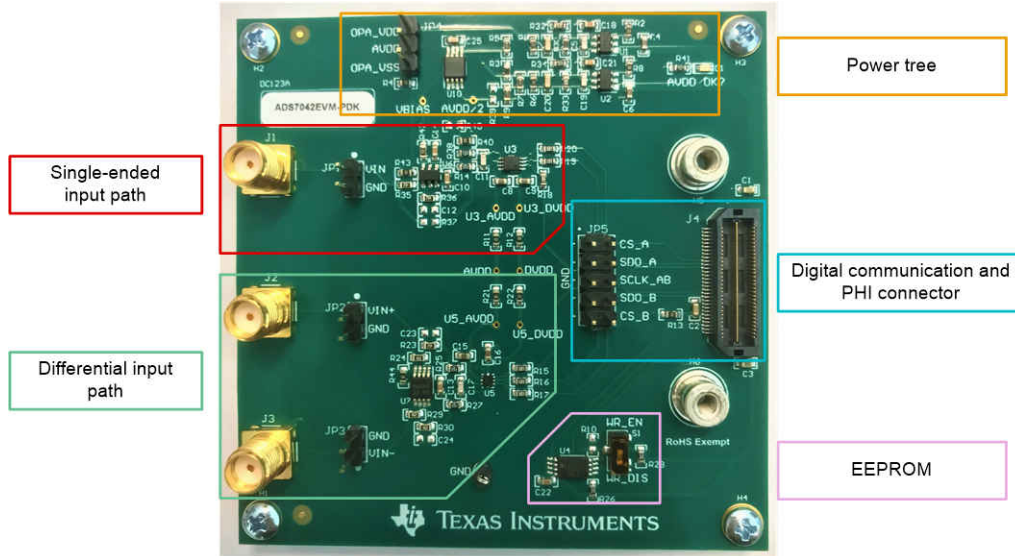

图 2-1. ADS704X-5XEVM 的重要子部分
每个 ADS704X-5XEVM 板都包含从每个 ADC 信号链中获得卓越性能所需的外设模拟电路和元件。图 2-1 中突出显示了 EVM 的重要部分，并在后续部分对此进行介绍。
如图 2-1 所示，ADS704X-5XEVM 有两条模拟输入路径：一条以红色突出显示的单端输入路径和一条以绿色突出显示的差分输入路径。每条路径都包含 SMA 连接器和接头，用于连接外部信号。这些信号馈入驱动放大器，然后馈入两个 ADC 封装之一，其中数字输出通过 J4 提供给 PHI。
1. 按下最靠近 *WR_EN* 丝印文本的开关，将开关 S1 设置为写使能（参阅图 2-1）